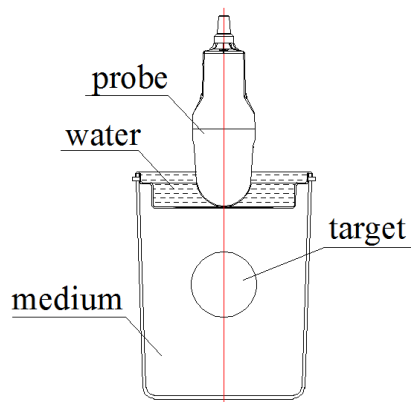

Bild A-1 Placering av probe
A. 1 Fixera probe på en hållare och försäkra dig om probe är placerad vertikalt i centrum av det akustiska fönstret på Phantom (standard phantom 160 ml) Se Bild A-1.